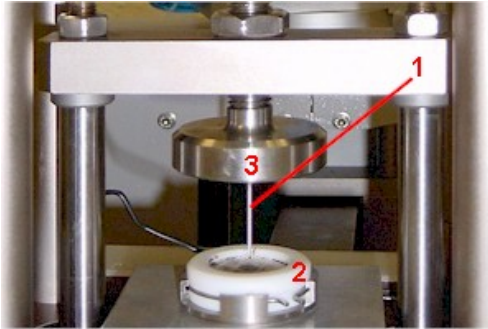

Abb. 21: Prüfraum mit Einstichnadel. 1=Einstichnadel, 2=unterer Probesteller mit Spannring, 3=oberer Probesteller
1. Drücken Sie mit einer Zange den Spannring zusammen und ziehen Sie mit dem Spannring den Probesteller (siehe Abb. 21 Nr. 2) nach oben aus der Halterung heraus.